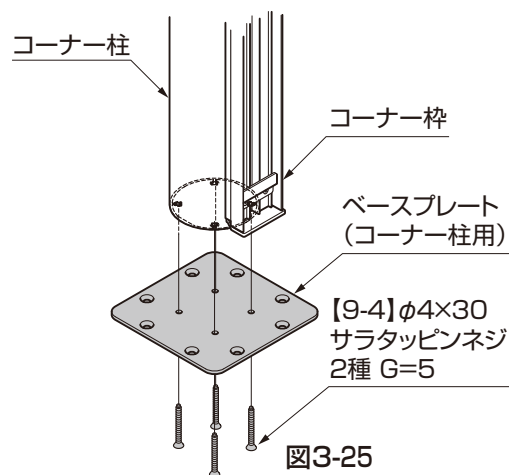

図3-25
- ①ベースプレート(コーナー柱用)の裏側から、コーナー柱(ベース仕様)を【9-4】で4ヶ所固定してください。(図3-25参照)